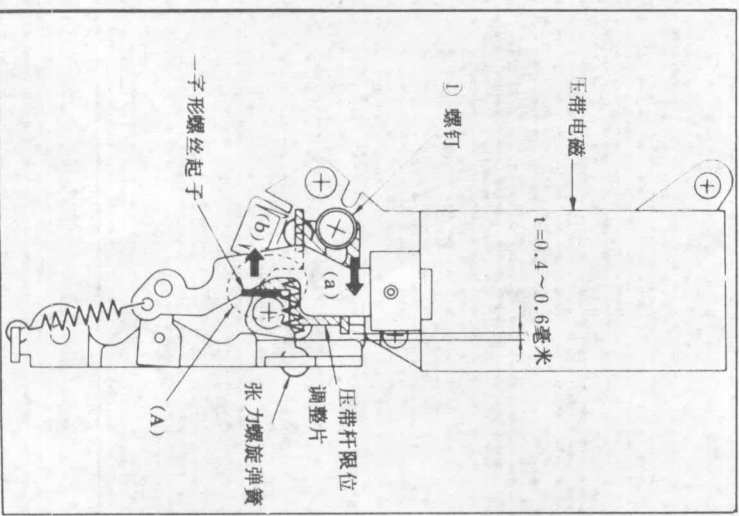

图 28 压带杆限位片间隙调整
- 2) 检查图 28 所示的压带杆限位片的间隙“t”是否为 0.4~0.6 毫米。不是 0.4~0.6 毫米时，应进行下列调整。
- 1) 在抑止压带电磁下，拧开图 28 的螺钉①。
- 2) 按箭头②所示方向把压带杆限位调整片(图中阴影部分)移到尽头。这时，间隙“t”为 0。
- 3) 以一字形螺丝起子，按箭头③所示方向把压带杆限位调整片推动，如④部所示，直至间隙“t”成为 0.4~0.6 毫米为止。(以 $\phi 0.4$ 及 0.6 的厚度规进行间隙调整。)
- 4) 拧紧螺钉①并将其锁定。